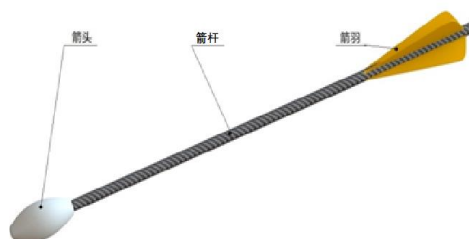

图 3 箭
b) 箭的外形如图 3 所示，总长度 640mm，总质量 86g。箭杆直径 12mm，用碳纤维管制成。箭头的材料为硅橡胶，最大直径为 40mm，长约 80mm。箭尾有均布在箭杆周围的四片箭羽，长约 130mm，最大径向宽度约为 25mm。每场比赛中，组委会将为每支参赛队提供 20 支箭。所有箭的结构、外形、主要参数是相同的，参赛队不得随意变更。箭不是参赛队专属的。比赛结束时只按参赛队自己壶中箭的数量记分，与该箭是由哪支参赛队投入的无关。